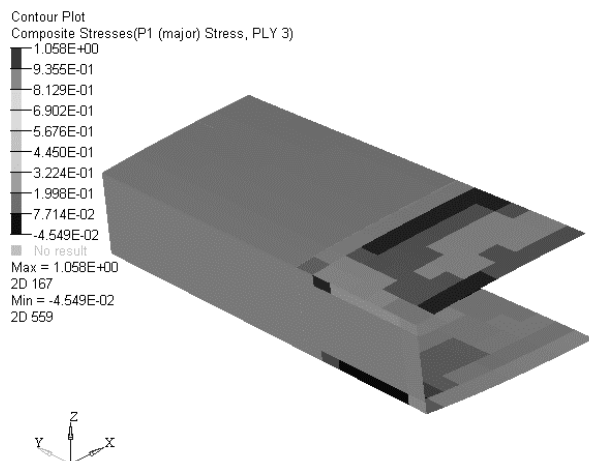

图 8-15 全局第 3 层主应力云图
(1) 当命令窗口出现消息 Process completed successfully 后，单击 RADIOSS 中的绿色 HyperView 按钮，结果将自动载入。HyperView 出现信息窗口，提示模型和结果文件已经成功载入 HyperView。
(2) 单击 Close 按钮关闭信息窗口。
(3) 单击 Contour 面板工具栏 () 按钮。
(4) 单击 Result type: 下面的第一个开关并选择 Composite Stresses (s)。
(5) 单击第二个开关并选择 P1 (major) Stress。
(6) 在 Entity with layers 选择 PLY 3。
(7) 在 Averaging method: 下面区域选择 None。
(8) 单击 Apply 按钮。此时会标明模型所有组件的第 3 层最大主应力位置。
(9) 单击  查看模型，如图 8-15 所示。